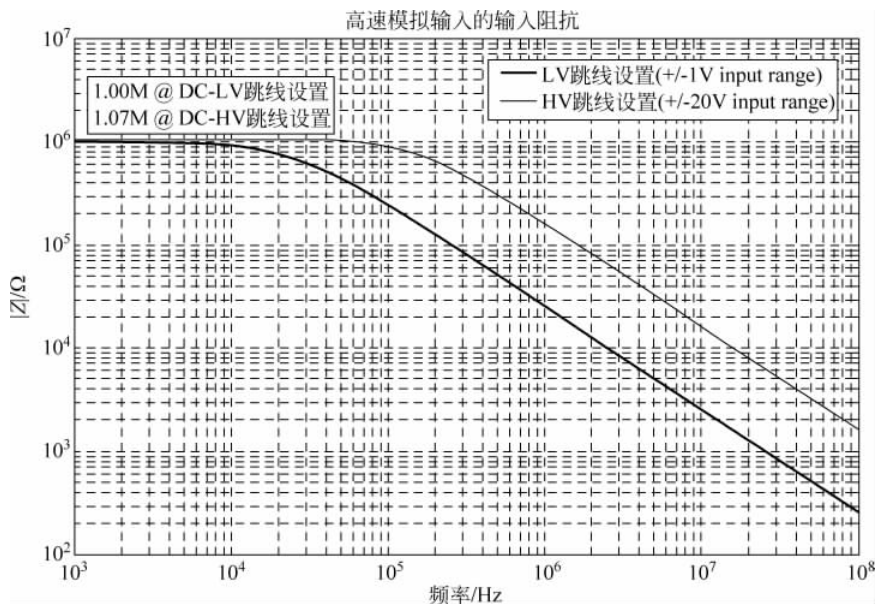

图 3-5 高速模拟输入的输入阻抗
(11) 高速模拟输入的耦合方式为直流耦合,输入阻抗如图 3-5 所示。